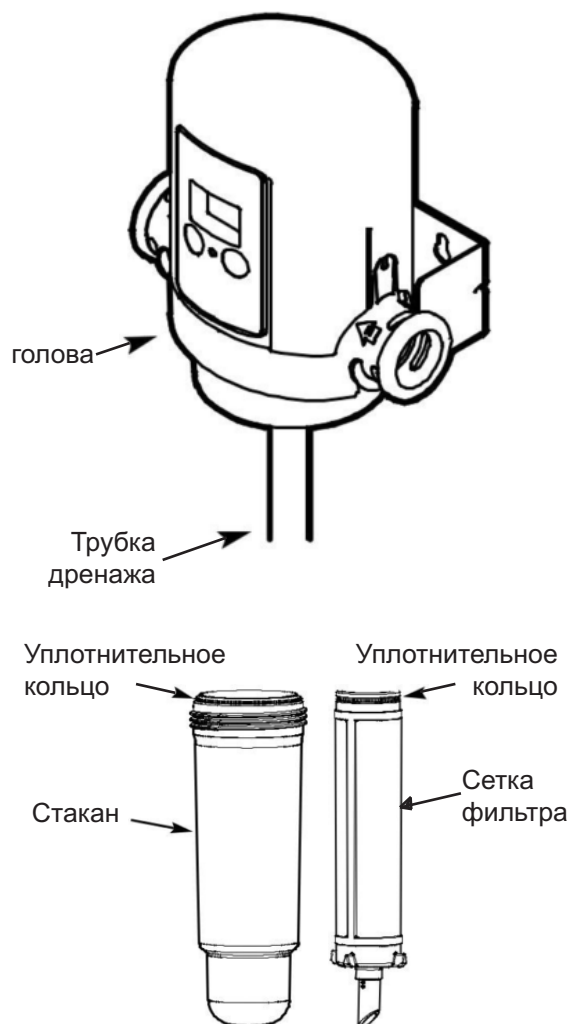

Рис. 18
5. Снимите сетку фильтра вниз из стакана фильтра (см. Рисунок 18).
7. Трубка слива могла выпасть из головки фильтра при снятии стакана и сетки. Если это так, снова вставьте ее в небольшое отверстие в центре головы (см. Рисунок 18).
8. Проверьте, на месте ли уплотнительное кольцо на сетке фильтра (см. Рисунок 18). Удостоверьтесь, что на кольце или соответствующей зоне уплотнения нет частиц осадка. Наденьте сетку фильтра на трубку дренажа и подведите к соответствующему отверстию в центре головы фильтра. Надавите так, чтобы вошло уплотнительное кольцо.
9. Убедитесь, что большое уплотнительное кольцо на своем месте на стакане (см. Рисунок 18). Удостоверьтесь, что на кольце, соединениях грязевика или соответствующих соединениях головы фильтра нет частиц осадка. Наденьте стакан на сетку фильтра и вкрутите в голову фильтра до герметизации. Не перетягивайте.